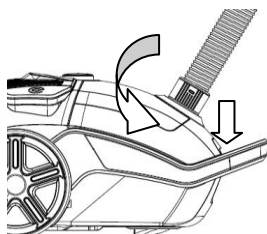

Abb. 1
1. Saugschlauch anschließen: Stecken Sie den Saugstutzen positioniert in die Saugöffnung, bis er deutlich einrastet. (Abb. 1).